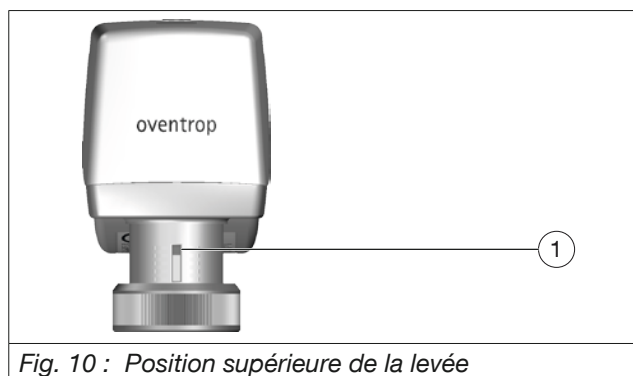

Fig. 10 : Position supérieure de la levée
- Le moteur se place en position supérieure de la levée (voir position (1) sur la Fig. 10 en page 10) lorsqu'une tension de 24 V est présente au niveau de la position/du contact (3).
- Le moteur se place en position inférieure de la levée lorsqu'une tension de 24 V est présente au niveau de la position/du contact (2).
3. Si le moteur ne se trouve pas en position supérieure de la levée (voir position (1) sur la Fig. 10 en page 10) :